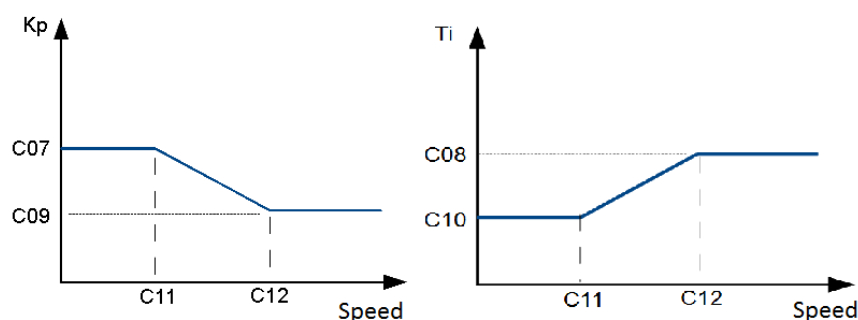

Abbildung 8.11 Koeffizient „PI“ gemäß der Geschwindigkeit.
- Zwischen [C11] und [C12] werden die Koeffizienten „Kp“ und „Ti“ linear an die Bedingungen angepasst (Abbildung 8.11).